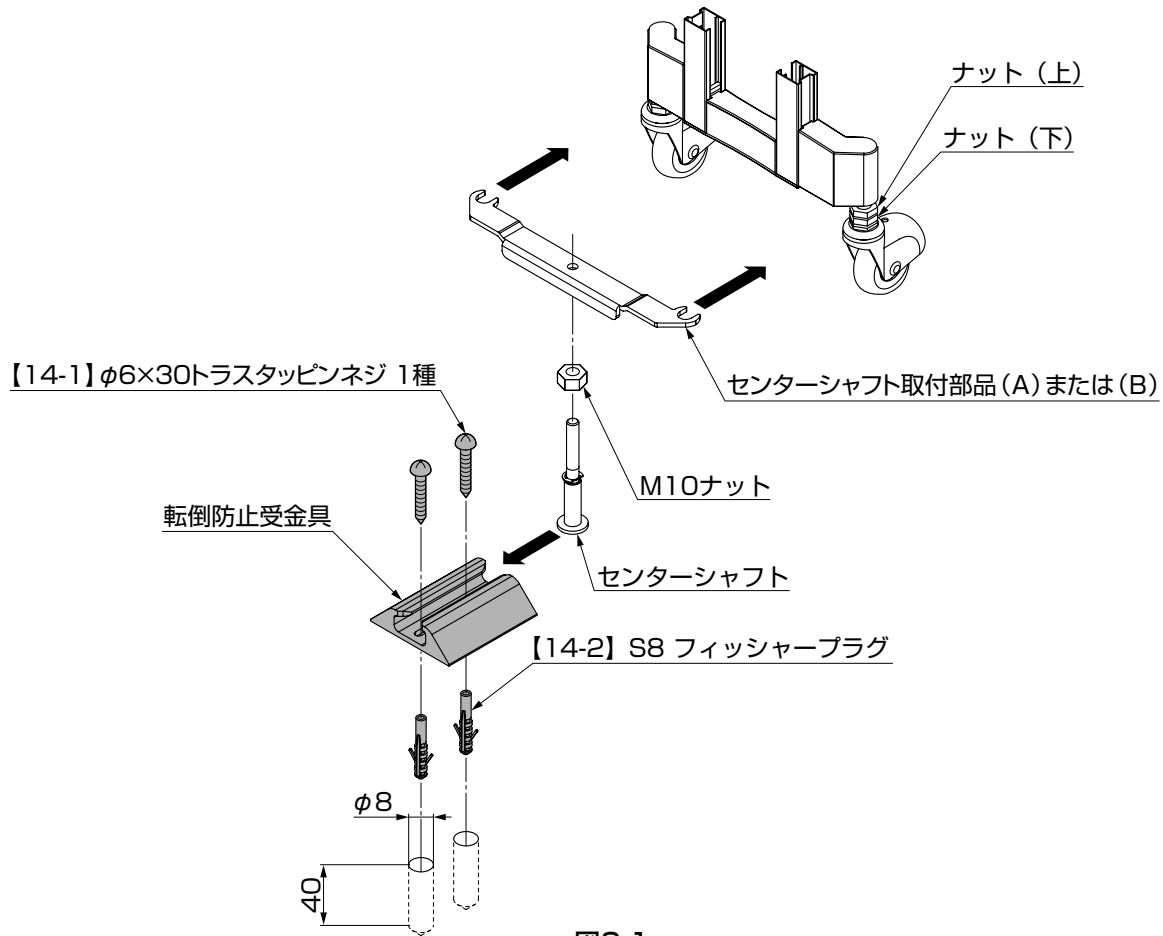

図9-1
- ①カスター両側「ナット (上)」を下に下げてください。
- ②「センターシャフト取付部品 (A) または (B)」を「ナット (上)」の上側に挿入して、「センターシャフト取付部品」を固定してください。(図9-1参照)
- ③「センターシャフト取付部品」に「センターシャフト」を固定してください。(図9-1参照)
- ④本体に取付けた「センターシャフト」の位置に合わせて、「転倒防止受金具」を施工してください。
- ⑤転倒防止受金具の長孔センター位置の地盤に、φ8深さ40以上の下孔をあけてください。(図9-1参照)
- ⑥【14-2】を圧入して、【14-1】で転倒防止受金具を固定してください。(図9-1参照)